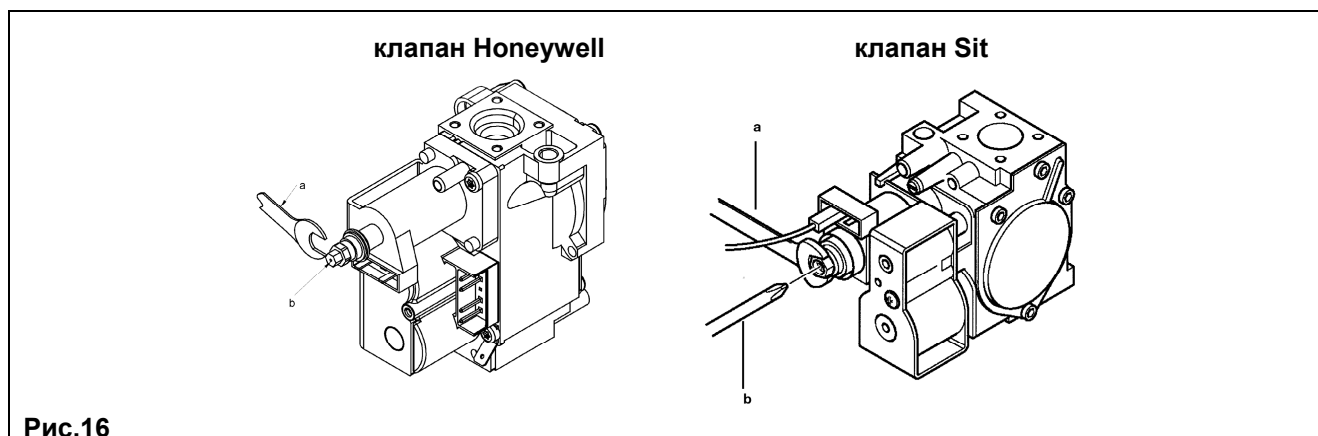

Рис.16
- Проверить давление газа на горелке согласно таблице 1 для соответствующей модели котла и соответствующего типа газа. При необходимости снять крышку модулятора и поворачивать латунный винт ключом **a** (ключ **a**, рис.16) до достижения давления, указанного в таблице 1 для соответствующей модели котла и соответствующего типа газа.
- Отсоединить провод питания модулятора. Котел перейдет в режим минимальной мощности. Проверить давление газа на горелке согласно таблице 1 для соответствующей модели котла и соответствующего типа газа. При необходимости поворачивать винт (поз. **b**, рис.16) до достижения давления, указанного в таблице 1 для соответствующей модели котла и соответствующего типа газа.